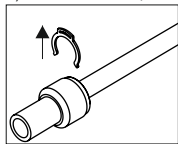

Рис. 1
- 1) Демонтировать защитный зажим с быстроразъемного соединения (если он есть) (рис. 1).